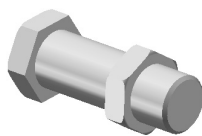
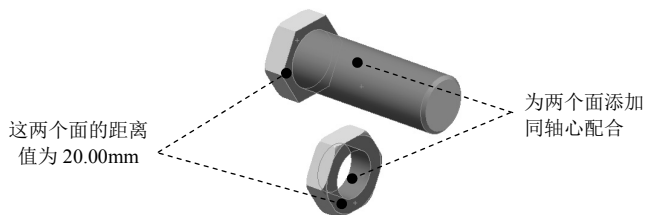

图 7.12.1 装配练习 1
图 7.12.2 组件装配 1
1. 将 D:\sw18.1\work\ch07.12.01 文件夹中的零件 bolt\_1.SLDPRT 和 nut.SLDPRT 装配起来, 结果如图 7.12.1 所示; 装配配合如图 7.12.2 所示。